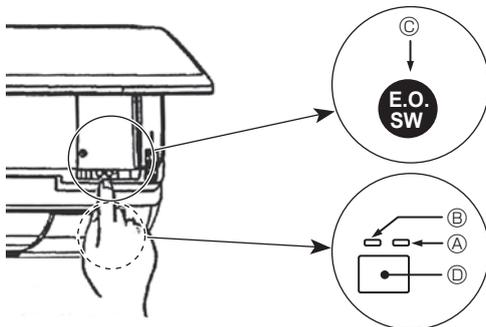

Fig. 5-2
- Per arrestare il funzionamento, premere il tasto ☼ ② o il tasto ☼ ③ per più di 2 secondi.
[Fig. 5-2] ④ Spia DEFROST/STAND BY (Arancio)